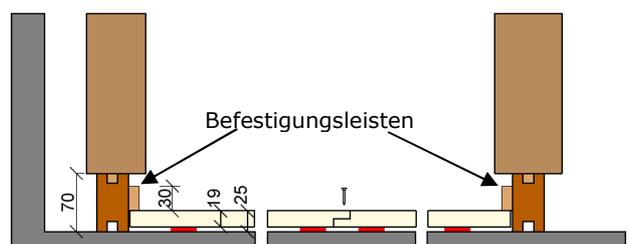

Abbildung 3
9. Befestigungsleisten Fußboden 30/13 (Abbildung 3) anbringen und mit Bodenrahmen verschrauben (4x30)